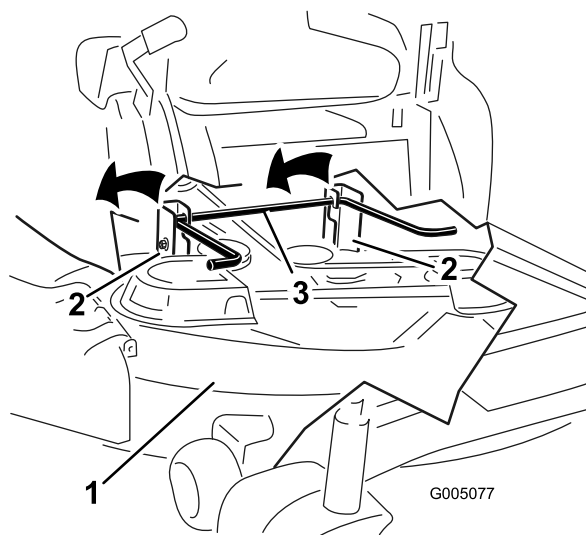

Figure 57
5. Soulevez et déposez le tablier de coupe et les supports de la tige de levage arrière et abaissez le tablier au sol avec précaution (Figure 57).
- Soulevez l'arrière du tablier de coupe et guidez les supports sur la tige de levage arrière (Figure 57).